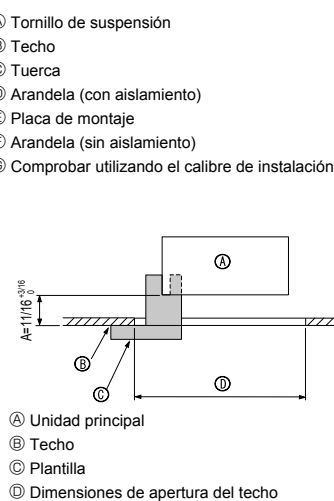

Fig. 3-7
- Asegúrese de que el paso A se realiza en 17-22 mm, 11/16 a 7/8 pulgada. Si no se respeta este margen, podrían producirse graves daños. (Fig. 3-7)